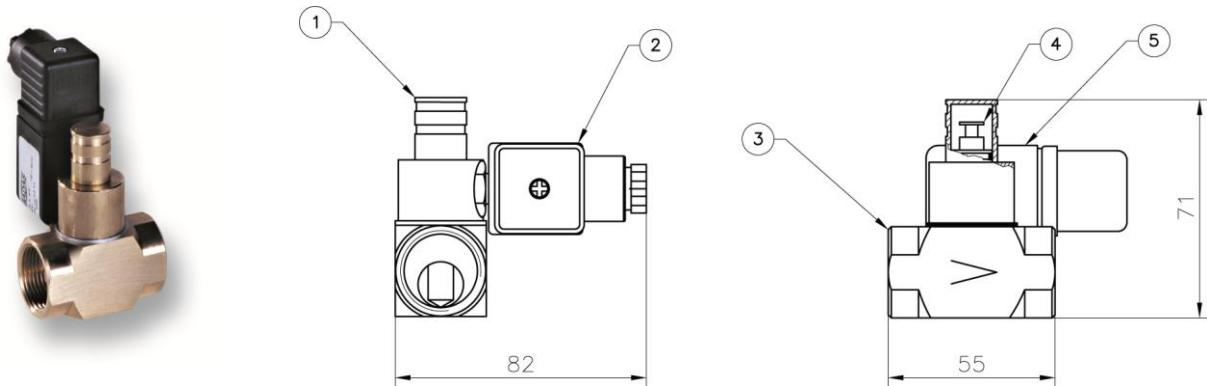

Рис. 1
Клапан (Рис. 1) состоит из: колпачок механизма возврата (1); Электрического коннектора (2); корпуса (3); стержень механизма возврата (4); соленоид(5).
После этого колпачок (1) устанавливается в исходное положение, как показано на рис. 1, и фиксируется в этом положении, обеспечивая правильный режим срабатывания клапана на закрытие.